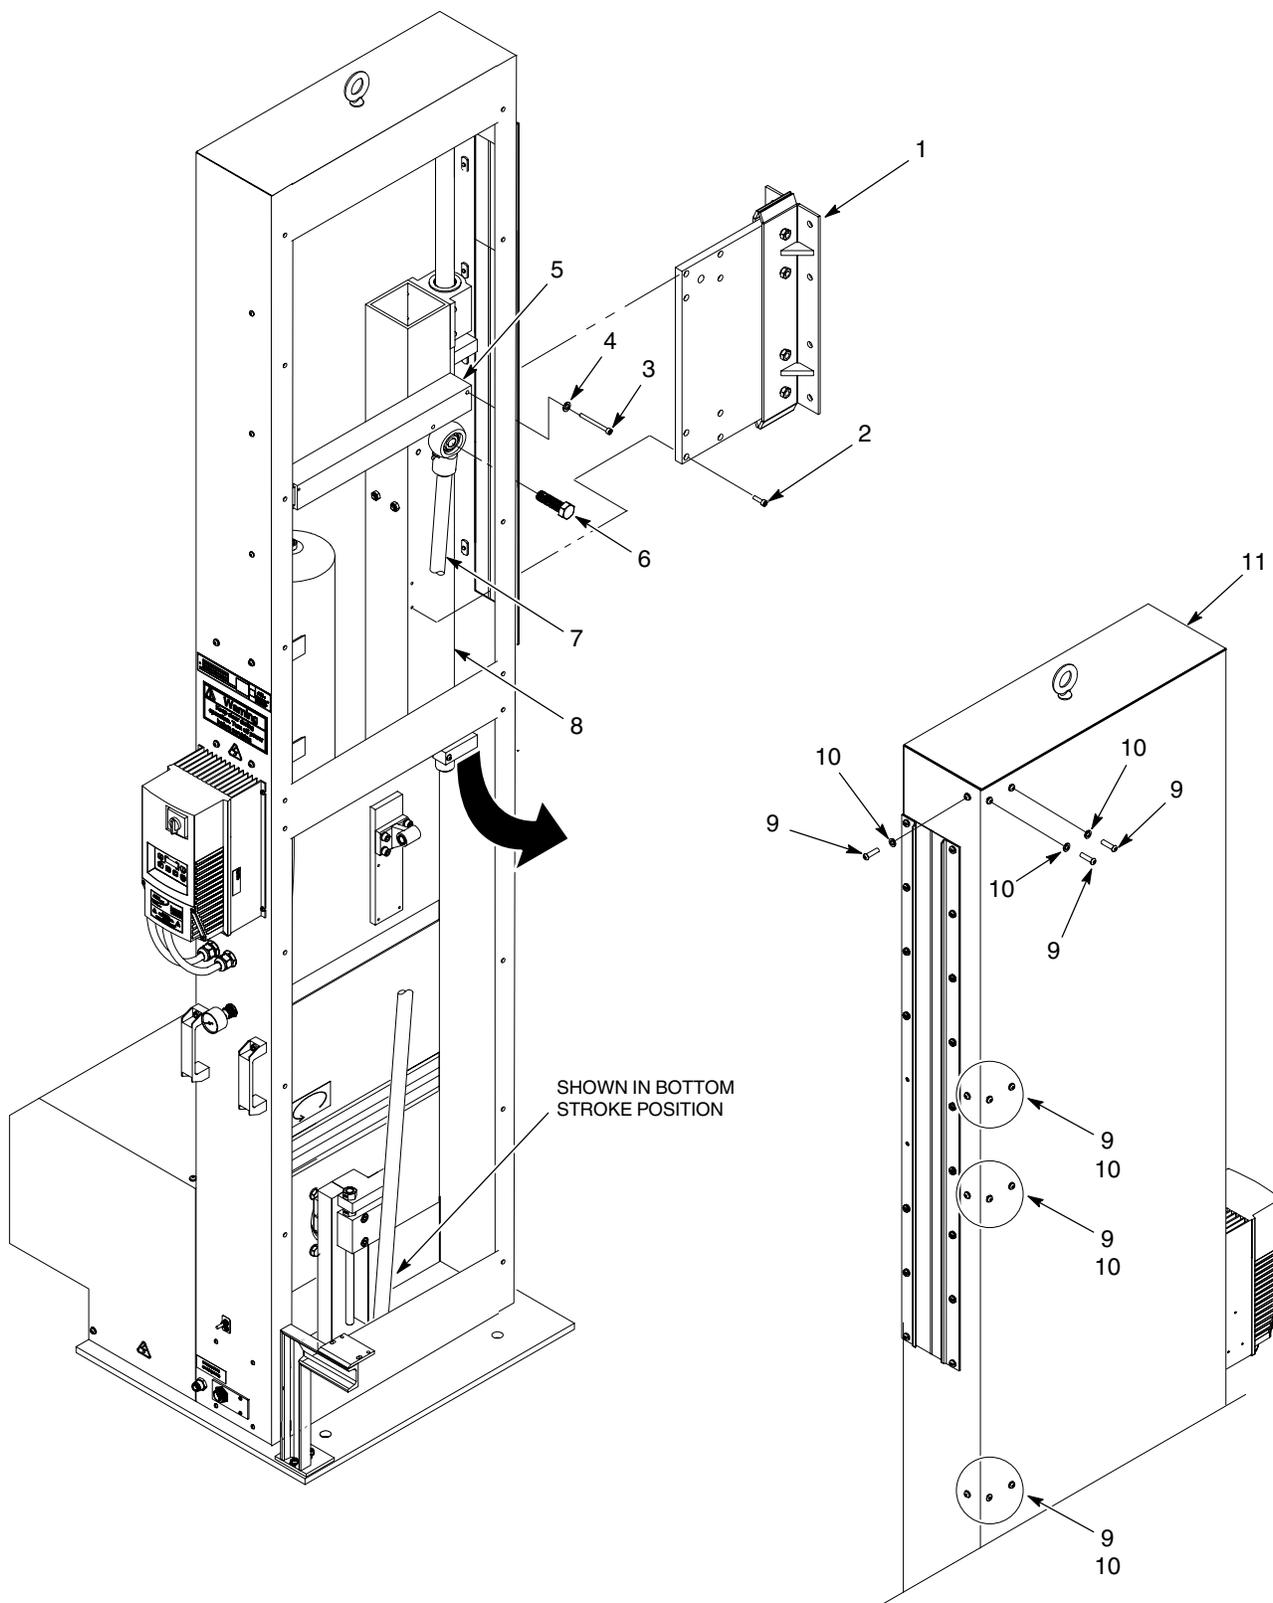

Рис. 16 Снятие узла подшипников
1. См. рис. 16. Вывернуть винты (4) и снять стопорные шайбы (3) крепления штанги стабилизатора (5) на монтажной трубке подшипников (8). Снять штангу стабилизатора.
2. Вывернуть винт (6) крепления шатуна (7) на монтажной трубке подшипников (8). Отвести шатун влево и освободить с монтажной трубки подшипников.
3. Вывернуть винты (2) крепления узла пластины распылителей (1) на монтажной трубке подшипников (8). Снять узел пластины распылителей.
4. Попросить помощника поддерживать узел подшипников. Вывернуть винты (9) и снять стопорные шайбы (10) крепления узла подшипников на манипуляторе (11). Извлечь узел подшипников из манипулятора (11) через верхний проем.